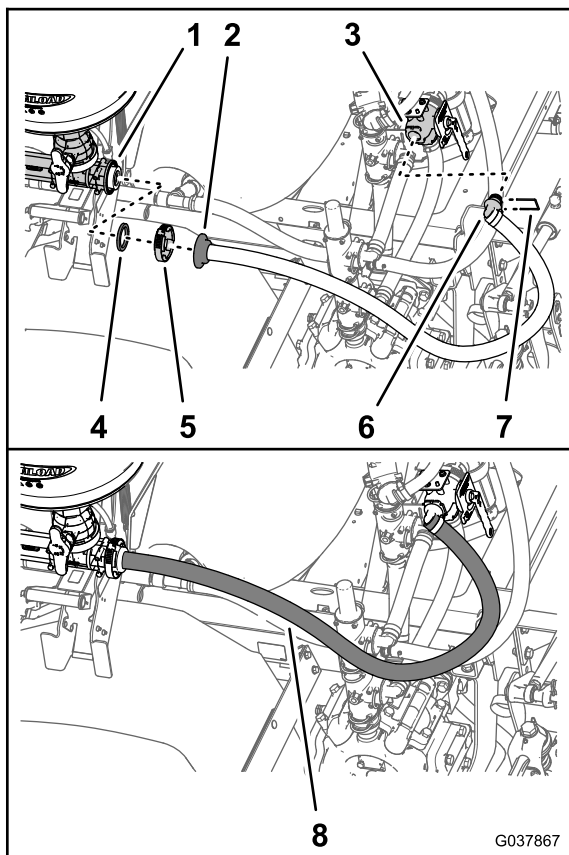

Bild 72
1. Befestigen Sie das 90°-Anschlussstück des Ejektorzulaufschlauchs (2,5 cm x 156,5 cm) im linken Anschluss des Ejektorabstellventils (Bild 72).
2. Befestigen Sie das 90°-Anschlussstück mit dem Halter, der dem Abstellventil beiliegt, am Ejektorzulaufschlauch (Bild 72).
3. Fluchten Sie den Flansch des geraden, gezahnten Anschlussstücks für den Ejektorzulaufschlauch und die Dichtung, die Sie in Entfernen des Ejektorzulaufschlauchs vom Ejektor (Seite 20) entfernt haben, mit dem Flansch des Ejektorzulaufs aus (Bild 72).
4. Befestigen Sie das gerade, gezahnte Anschlussstück und die Dichtung mit der Flanschklemme, die Sie in Entfernen des Ejektorzulaufschlauchs vom Ejektor (Seite 20) aufbewahrt haben, am Ejektor (Bild 72).